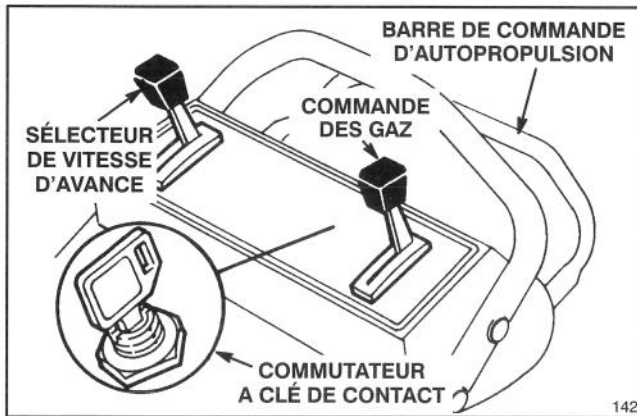
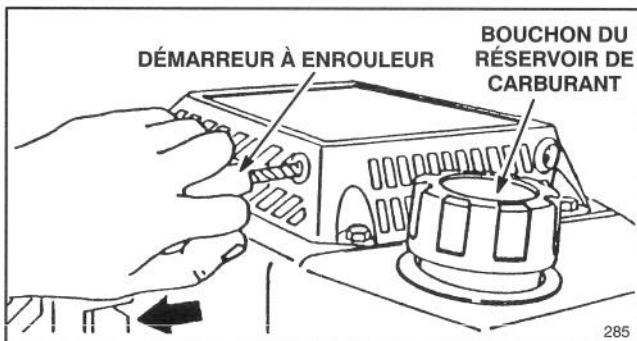

Figure 5
Figure 6
1. Nettoyez autour du bouchon (Fig. 6). Enlevez le bouchon et remplissez le réservoir jusqu'à 1/2" (13 mm) du haut avec de l'essence sans plomb.
1. COMMANDES—Le contact du démarreur (modèle à démarreur électrique), les commandes de vitesse d'avance et d'autotraction se trouvent sur la partie supérieure du mancheron (Fig. 5). Le démarreur à corde est monté sur le dessus du moteur (Fig. 6).
4a. DEMARRAGE KEY-LECTRIC (modèle à démarreur électrique) – Placez la commande des gaz en position ETRANGLEUR **N** (CHOKE). Tournez la clé à START (DEMARRAGE) et relâchez lorsque le moteur commence à tourner. Lorsque le moteur démarre, retirez la commande des gaz de la position CHOKE et réglez le régime du moteur entre **R** (RAPIDE) et **L** (LENT). Si la charge de la batterie est trop faible pour autoriser l'usage du démarreur électrique le moteur pourra être mis en marche au moyen du lanceur à cordon (Fig. 6).
5. VITESSE D'AVANCE AU SOL (Fig. 5) – la vitesse d'avance au sol peut être modifiée en accroissant ou réduisant la distance entre la barre de commande et le guidon. La tondeuse offre trois vitesses d'avance : 1, 2 et 3 respectivement pour une allure de marche lente, moyenne ou rapide. Placer le levier de vitesse sur la position désirée. Abaisser la barre de commande pour ralentir la tondeuse pour tourner ou si l'avance au sol est trop rapide pour vous. Si la barre de commande est trop abaissée le système d'autopropulsion devient inopérant. Pour accroître la vitesse d'avance, serrer la barre de commande contre le guidon. Lorsque la barre de commande est serrée à fond contre le guidon, la tondeuse avance à la vitesse maximum. Lorsque la tondeuse est utilisée pour tailler les bordures ou si la tondeuse n'est pas guidée, placer le levier de vitesses sur **N** (neutre).